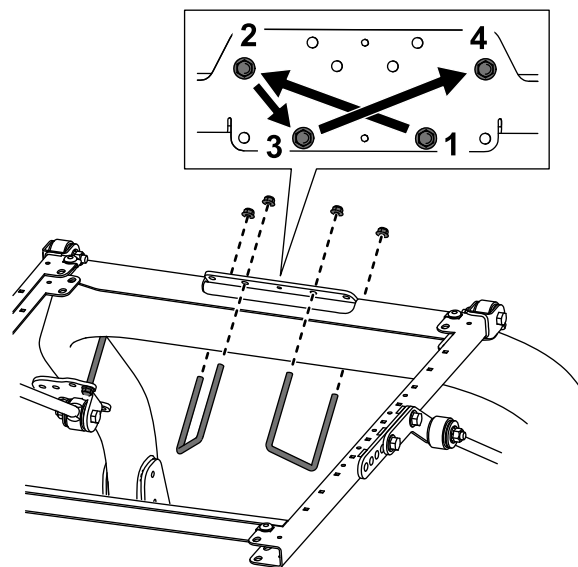

図 2
- 均一な配分を確保するには、図 2に示すように交互のパターンでナットを締めます。